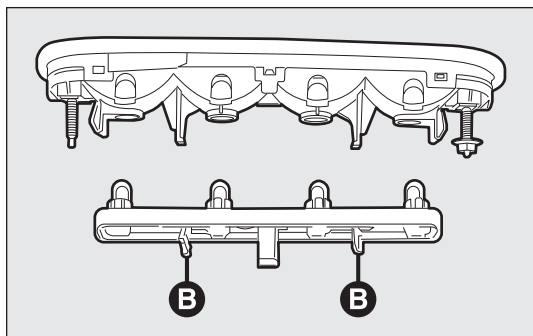

fig. 197
- Tryck ihop flikarna B-fig. 197 och dra ut lamphållaren.